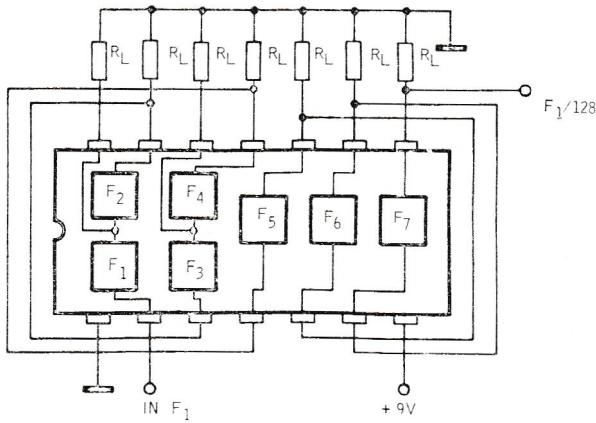
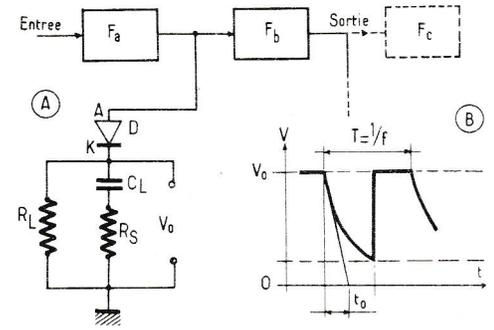

Figure 5
Figure 10
Les étages diviseurs de fréquence sont groupés comme le montre la figure 5.
Sur le schéma simplifié de la figure 5, on peut voir aisément que chaque étage diviseur de fréquence est représenté par un petit carré. Ces étages sont désignés par  $F_1$  à  $F_7$ .
Partons du montage de la figure 5 et utilisons-le pour réaliser un orgue polyphonique aussi simple que possible.
Le montage de la figure 5 comprend un CI et sept résistances  $R_L$  de  $3 \text{ k}\Omega$ , 0,5 W. Il nous faut 12 ensembles comme celui de cette figure. De plus, ces 12 ensembles seront complétés, par les circuits suivants :
- 3) des circuits comme celui de la figure 10, permettant de modifier la forme du signal. La nouvelle forme donnera un signal comprenant tous les harmoniques **pairs et impairs** comme dans les cas des signaux en dents de scie ;
Celui-ci est représenté à la figure 10. On a indiqué, dans un SAJ 210, deux étages consécutifs  $F_a$  et  $F_b$  et leur point commun (sortie de  $F_a$  et entrée de  $F_b$ ). A cette sortie on a connecté le réseau déformateur spécial à diode  $D = \text{BA 164}$  ou  $\text{BW 130}$ , la résistance  $R$  (remplaçant celle de la figure 5) de  $3 \text{ k}\Omega$ ,  $R_s$  de  $180 \Omega$  et  $C_L$  à calculer d'après la formule :
Revenons à la figure 10, sur laquelle il y a une sortie V0 donnant un signal ayant la forme indiquée en B de la même figure.
Comme on disposera de signaux équivalents à ceux en dents de scie (voir figure 10 B) les dispositifs formants préconisés par divers fabricants et publiés dans nos précédents articles, pourront convenir. On a vu, au cours de l'analyse de ces formats (dispositifs de timbre) qu'il fallait prévoir plusieurs BUS, car chaque formant ne peut être valable que pour un groupe de notes consécutives, le moins de notes autant que possible.